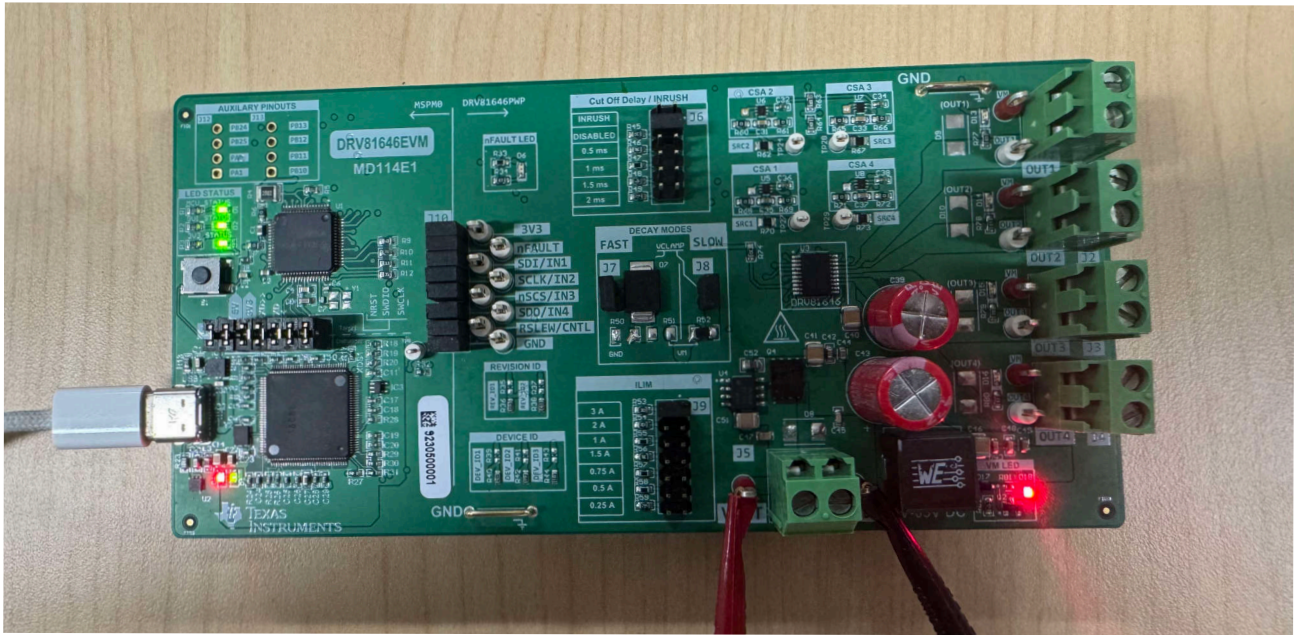

图 2-6. 硬件设置
3. 打开电源。LED D18 (VM) 亮起。有关设置图像，请参阅 图 2-6。此 EVM 采用内置反极性保护设计，可防止因电源连接错误造成损坏。如果 LED D18 指示灯未亮起，请确保电源极性连接配置正确。
5. 现已完成设置。有关设置图像，请参阅 图 2-6。